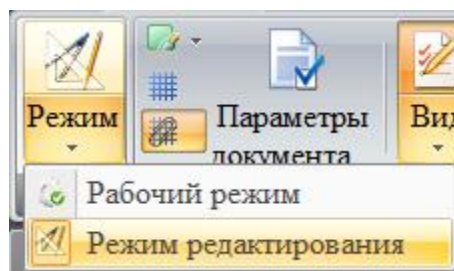

Рисунок 7.2 – Переход в режим редактирования с помощью меню «Режим»
- Перейти в режим редактирования (Рисунок 7.2).